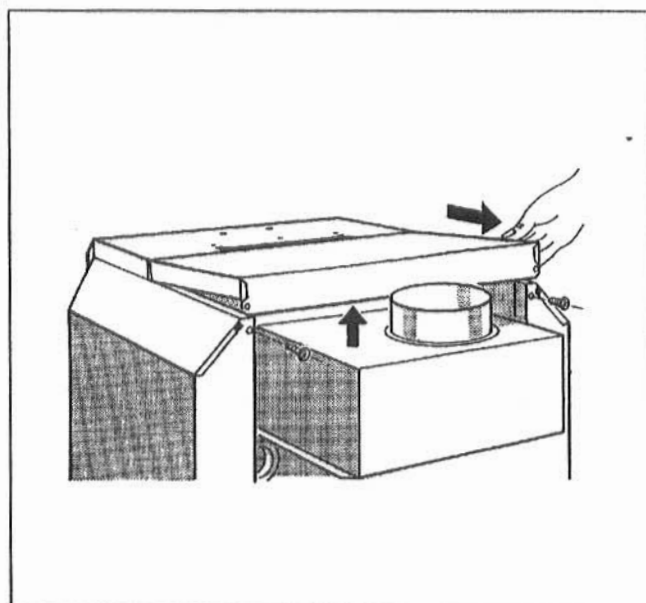

Fig. 5: Scoaterea capotei din spate a cazanului.
- Se deșurubează ambele șuruburi de fixare ale capotei posterioare a cazanului. Capota din spate a cazanului se ridică și se scoate afară în spate (Fig. 5).